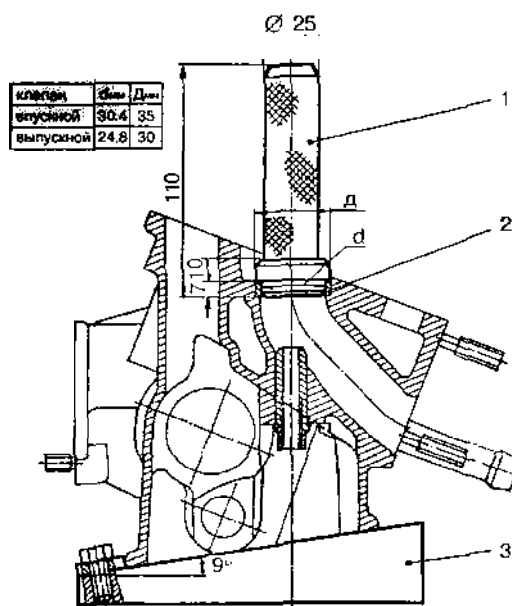

Рис. 2.16.1. Оправки для запрессовки седел клапанов: 1 - оправка; 2 - седло клапана; 3 - подставка.
2. Нагреть головку цилиндров до температуры 80 ± 5 °С. Установить седло на головку так, чтобы фаска на наружном диаметре седла была направлена в сторону направляющей втулки клапана и запрессовать его оправками; М9840-852 — для седла впускного клапана с диаметром направляющей части 30,4 мм и М9840-851 - для седла выпускного клапана с диаметром направляющей части 24,8 мм (рис. 2.16.1). Проследить за плотной посадкой седла до упора и прошлифовать фаску на седле клапана.